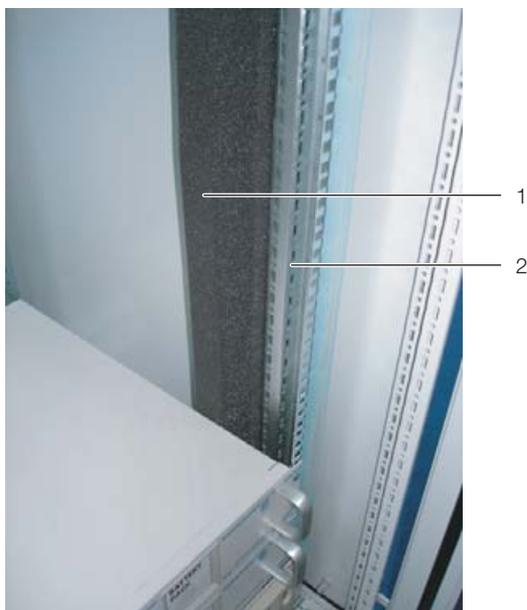

Imagen 22: Tiras de gomaespuma en uno de los montantes del armario para servidores
■ Fije la tira de gomaespuma más ancha de las dos (Ref. 3301.370 / 3301.320) del programa de accesorios del Liquid Cooling Package desde la parte exterior a uno de los montantes frontales del armario para servidores (imagen 22). Tenga en cuenta que debe fijar esta tira en el lado del armario al cual va a ensamblar el Liquid Cooling Package.
■ **Si solo desea ensamblar el Liquid Cooling Package en uno de los lados:** Fije la tira de gomaespuma más estrecha de las dos (Ref. 3301.380/ 3301.390) del programa de accesorios del Liquid Cooling Package desde la parte exterior a uno de los montantes frontales del armario para servidores (imagen 22). Tenga en cuenta que debe fijar esta tira en el lado del armario que va a volver a cerrar con un lateral.